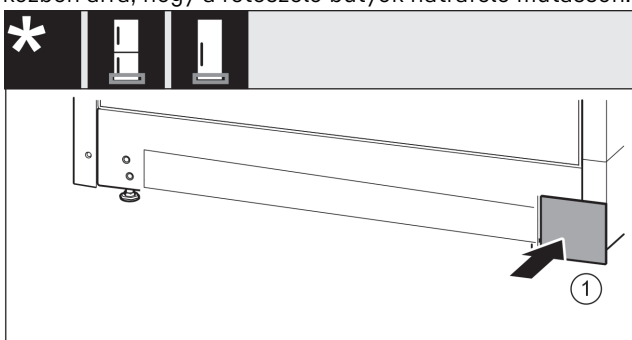

Fig. 18
- Tegye vissza a fedelet Fig. 18 (1) a másik oldalra.